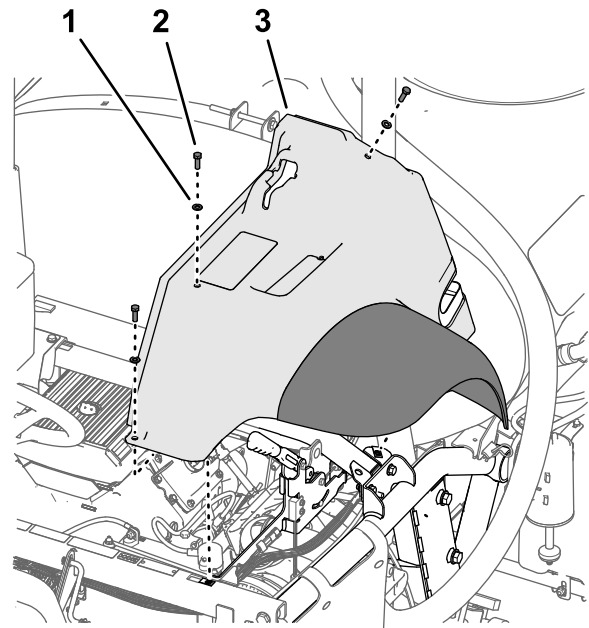

Figura 11
2. Retire los 3 pernos (5/16" x 1") y 3 arandelas (5/16") que sujetan el guardabarros al bastidor de la máquina (Figura 11).